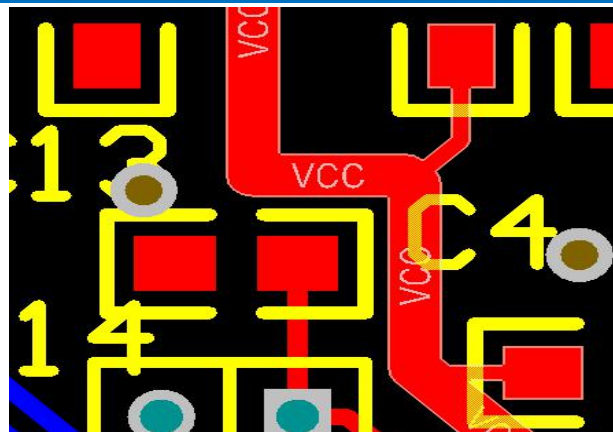
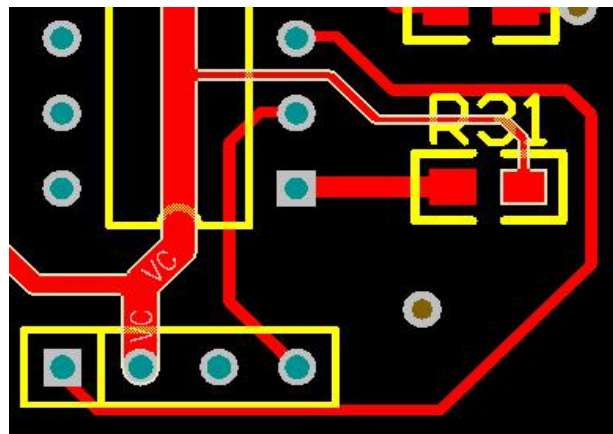

图1-54
图1-55
(3) 走线形式的选择 印制导线的布线应尽可能短。当电路为高频电路或布线密集的情况下，印制导线的拐弯应成圆角，如图1-54所示。在高频电路或布线密集的情况下，PCB尽量使用 45° 折线，而不用 90° 折线布线，以减小高频信号对外的发射与耦合，如图1-55所示。